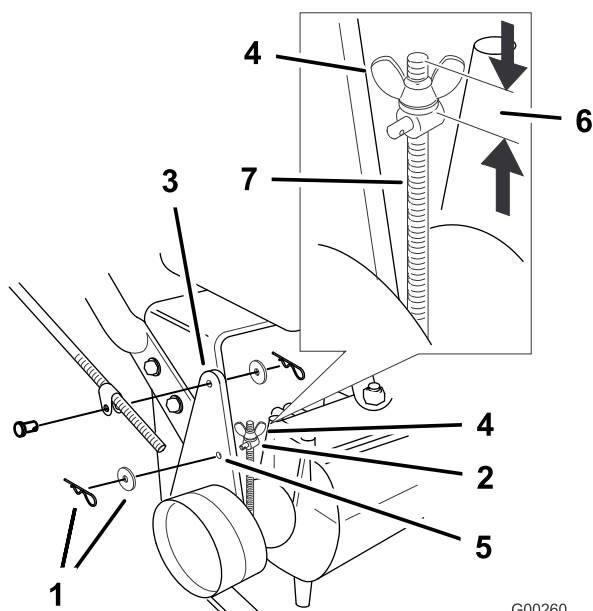

Figure 47
Remarque: Pour le réglage initial, ajustez l'écrou à oreilles jusqu'à ce qu'il soit à 32 mm (1-1/4") du haut de la tige (Figure 47).
5. Pour régler le frein, enlevez la goupille fendue et la rondelle du levier et du tourillon (Figure 47).
8. Placez le tourillon dans le trou F (Figure 47). Serrez l'écrou à oreilles.
9. Fixez le tourillon au levier de frein à l'aide de la rondelle et de la goupille fendue (Figure 47).